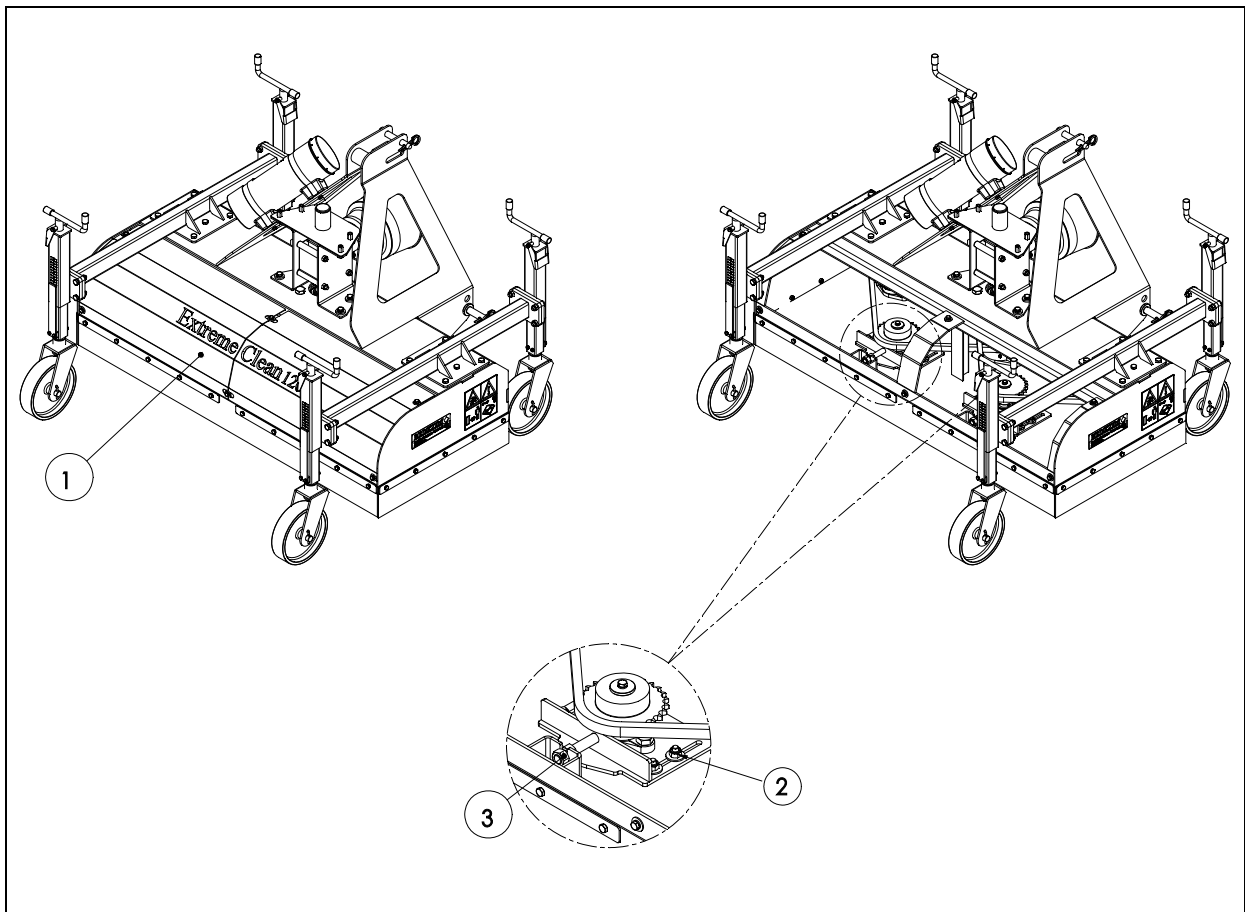

Fig. 10
1. Verwijder de veiligheidskappen (1) (fig. 10).
4. Draai de moer (2) iets los.
5. Verdraai de moer (3) tot de juiste spanning is bereikt.
6. Draai de moer (2) weer vast.
7. Plaats de veiligheidskappen (1) terug.